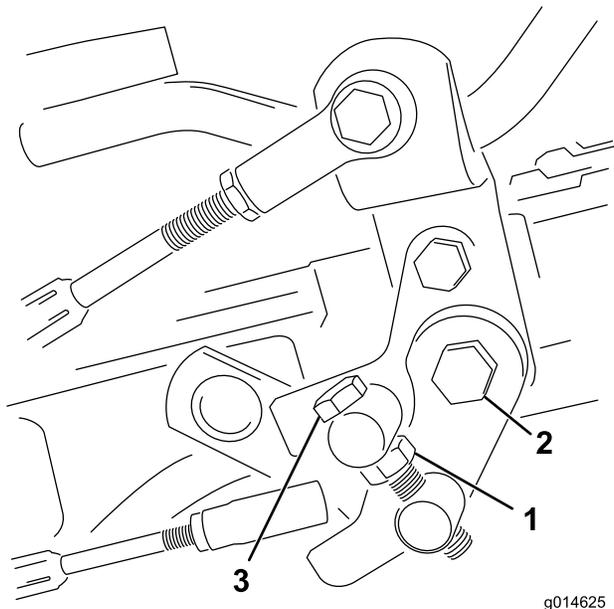

Рисунок 50
1. Ослабьте контргайку на болте муфты (Рисунок 50).
4. Затяните зажимную гайку на болте муфты и гайку на шарнире педали для фиксации регулировки (Рисунок 50). Проверьте регулировку и при необходимости повторите ее.